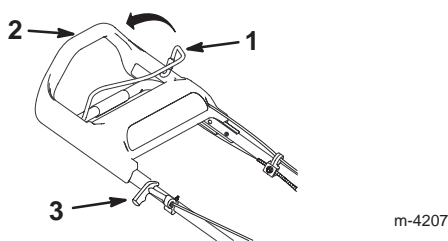

Figure 7
La poignée du lanceur et la barre de commande de la lame se trouvent sur la partie supérieure du mancheron, comme illustré à la Figure 7.
3. Serrez la barre de commande de la lame contre la partie supérieure du mancheron (Fig. 7).
4. Tirez lentement la poignée du lanceur jusqu'à ce que vous sentiez une résistance, puis tirez vigoureusement (Fig. 7). Laissez le lanceur se rétracter lentement jusqu'à la poignée.